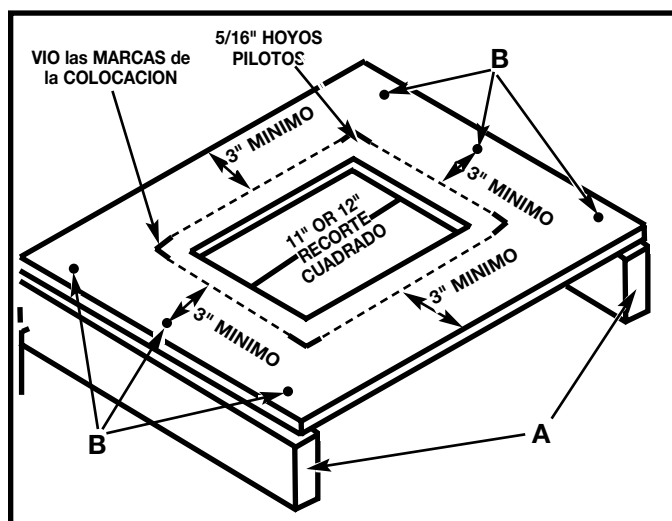

Fig. 4B
Usted puede construir también un apoyo elevado sencillo, como mostrado en el Fig. 4B.
Cuadre el vio en la superficie secundaria y marca la ubicación para cuatro 5/16 hoyos de pulgada para ser taladrada (Fig. 4B).
Ponga el vio aparte y entonces taladra hoyos en estas marcas. Localice y marque un 11 o 12 cuadrado de pulgada centrado entre los cuatro hoyos que monta. Recorte y quite el cuadrado (Fig. 4B).
de la superficie secundaria. Conecte la superficie secundaria a las orillas estrechas del 2X4s (como mostrado en el Fig. 4B) utilizando los tornillos de madera (no proporcionado) en por lo menos tres Fig. 4B de lugares (B) en cada lado.